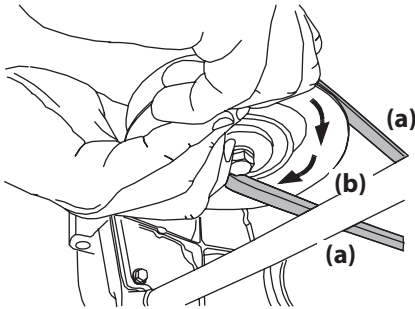

Figura 4-15
- d. Mientras sostiene la correa de la toma de fuerza (PTO) (a) hacia abajo, siga haciendo girar la polea de la PTO (b) hasta que la correa de la PTO (a) se deslice fuera de la polea de la PTO (b). Consulte la Figura 4-15.
11. Tire del lado derecho de la correa de la PTO hacia atrás y coloque el lado V angosto de la correa de la PTO en la polea de la PTO. Consulte Figura 4-15.
12. Mientras sostiene la correa y la polea de la PTO juntas, haga girar la polea de la PTO hacia la izquierda (Vea la Figura 4-15). Siga sosteniendo y girando la polea y la correa de la PTO hasta que la correa de la PTO se enrolle totalmente en la polea de la PTO.